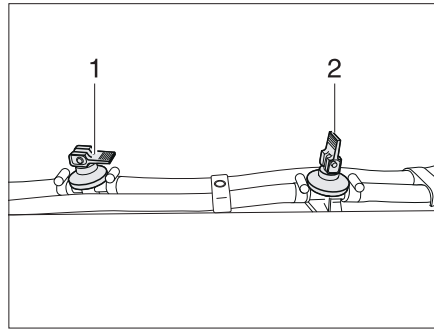

Fig. 347 Llave de desagüe
- Abrir todas las llaves de desagüe. Colocar para ello el balancín (Fig. 347,2) en posición vertical.